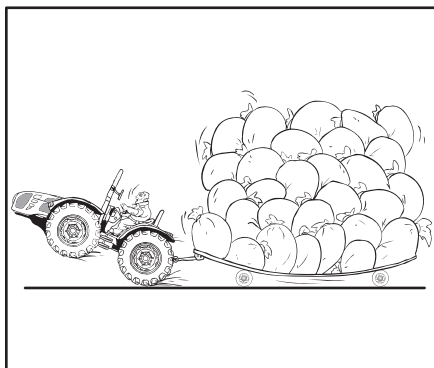

Fig. 2.16
- NON sovraccaricare e NON zavorrare oltre la capacità di carico del vostro trattore. Non aggiungere mai zavorre per compensare un sovraccarico. Ridurre il carico (Fig. 2.16).